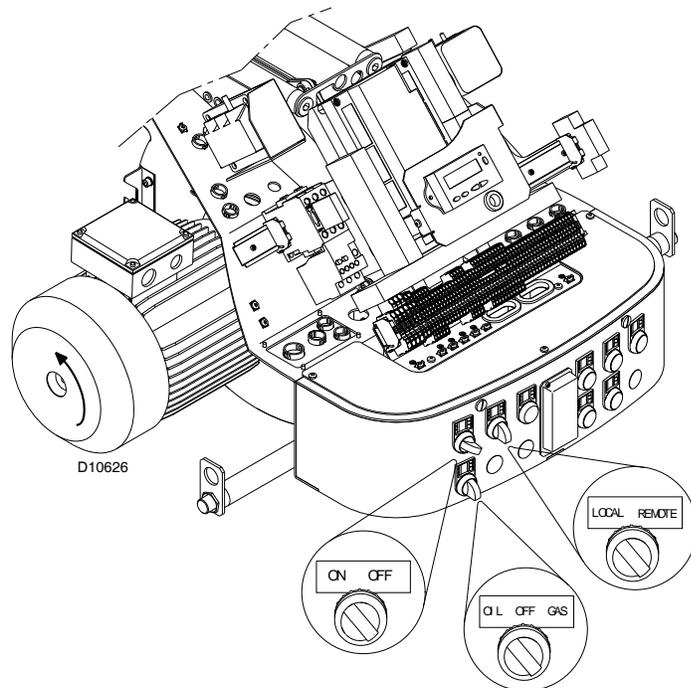

Fig. 42
Coloque el interruptor en la posición “ENCENDIDO” (Fig. 42) y luego gírelo hasta que llegue a la posición “LOCAL”, luego colóquelo en “ACEITE” para el funcionamiento con aceite y “GAS” para el funcionamiento con gas.
Cuando se enciende el quemador, verifique la dirección de rotación del motor, como se indica en Fig. 42. Tan pronto como el quemador se encienda, ubíquese frente al ventilador de enfriamiento del motor ventilador y controle que esté girando en el sentido contrario a las agujas del reloj.
- coloque el interruptor de Fig. 42 en la posición “OFF” y espere a que la caja de control lleve a cabo la fase de apagado;